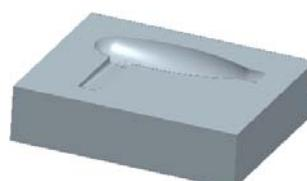

图 8.43 着色后的上半部分体积块
Step6. 此时，系统弹出“属性”对话框，同时模型的上半部分变亮，在该对话框中单击**着色**按钮，着色后的模型如图8.43所示；然后在对话框中输入名称upper_vol，单击**确定**按钮。